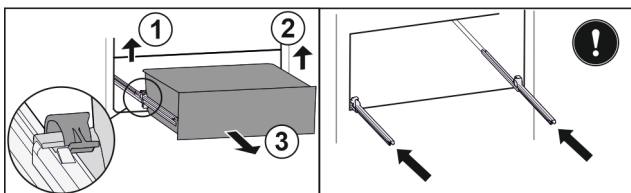

Fig. 219
- ▶ Zvedněte levou svorku a současně vytáhněte zásuvku vlevo dopředu. Fig. 219 (1)
- ▶ Zvedněte pravou svorku a současně vytáhněte zásuvku vpravo dopředu. Fig. 219 (2)
- ▶ Vyjměte zásuvku dopředu. Fig. 219 (3)